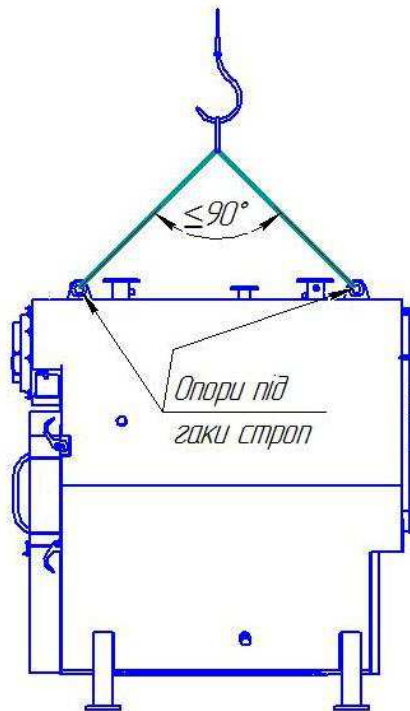

Рис. 3 Схема строповки котла
- 7.3 Встановлення котла та живильного бункера слід проводити за допомогою стрілових кранів, лебідок або автотранспорту. Їх вантажопідйомність повинна бути більшою за вагу котла. Строповку котла слід виконувати тільки за місця вказані на Рис. 3.